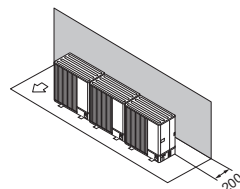

Fig. 2-12
- (1) Ostruzione o superficie chiusa solo sul retro (Fig. 2-12)